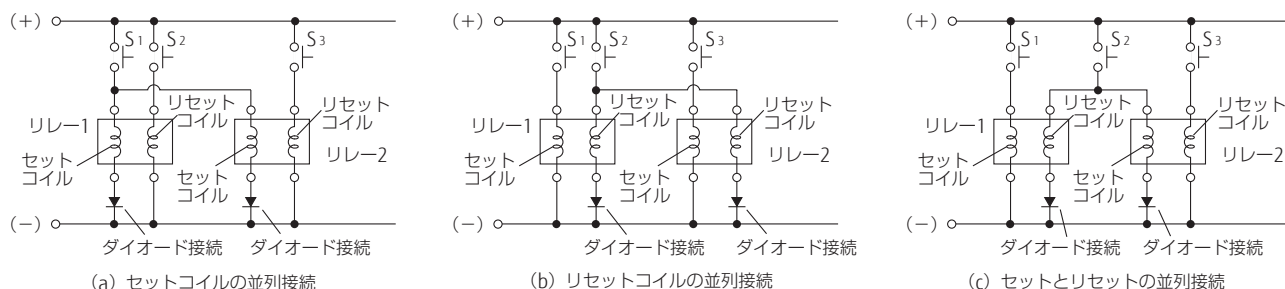

図5.8 ラッチングリレーの並列接続
(1) 永久磁石を内蔵したラッチングリレーの回路接続における注意事項は次のとおりです。
- ・ラッチングリレーのセットコイル、又はリセットコイルを複数個接続する場合は、ひとつのリレーコイルで発生する逆起電圧により隣接するリレーのコイルが誤動作することがありますので、図5.8のようにそれぞれのコイルへ直列にダイオードを挿入してください。他のリレーコイル、モーター、トランスなどの誘導負荷と並列にセットコイル、あるいはリセットコイルが接続される場合も同様です。
- ・リレーを多数密着実装する場合の取り付け間隔については、5.6 (2) 磁気干渉の項を参照して実機にて確認してください。